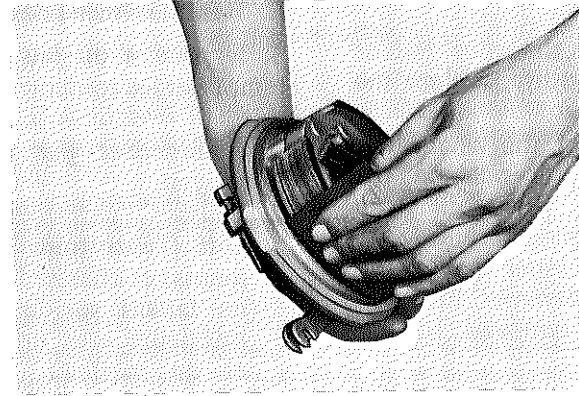

Fig. 5-1-7
2. Remove any glazed areas from brake shoes using coarse sand paper. (Fig. 5-1-7)
2. Si la surface des segments est glacée par endroits, les frotter avec du papier de verre à gros grains (Fig. 5-1-7).
2. Geglättete Stellen der Bremsbacken mit rauhem Sandpapier aufrauen. (Fig. 5-1-7)